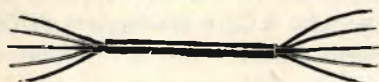

Fig. 22.
Il pettine più piccolo (v. fig. 22) collega invece le parti situate all'interno della gabbia di protezione del trasformatore di E.A.T. con quelle situate nel piano inferiore.
3) Collegare un'estremità del pettine minore (fig. 22) al trasformatore dell'E.A.T.